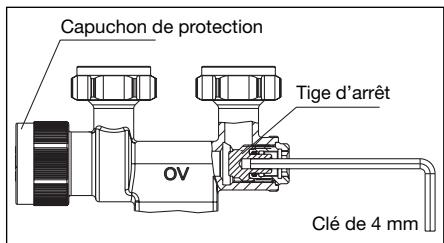

Fig. 6 Fermeture
4. Fermer la tige d'arrêt à l'aide d'une clé à six pans de 4 mm en la tournant vers la droite (voir fig. 6).
2. Ouvrir la tige d'arrêt en la tournant vers la gauche jusqu'en butée à l'aide d'une clé à six pans de 4 mm (voir fig. 6). Purger le radiateur.